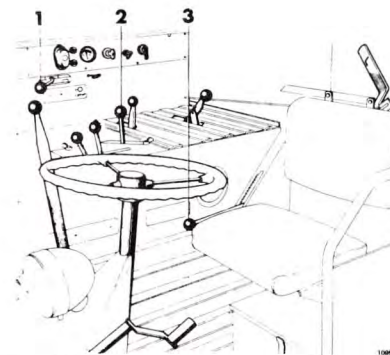

Bild 35.
1. Kontrollera att variatorspaken 3, bild 35, står i bakre läget.